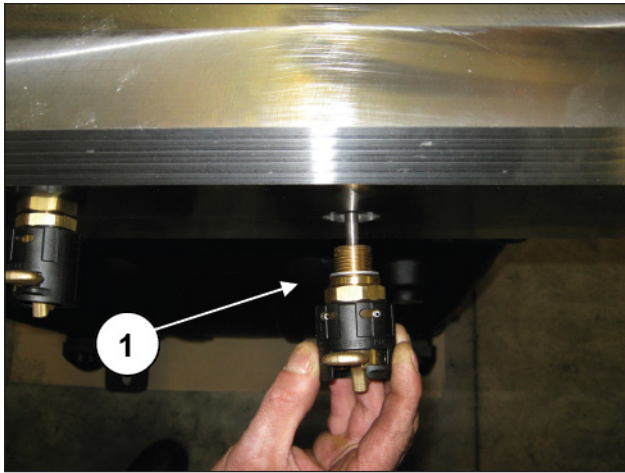
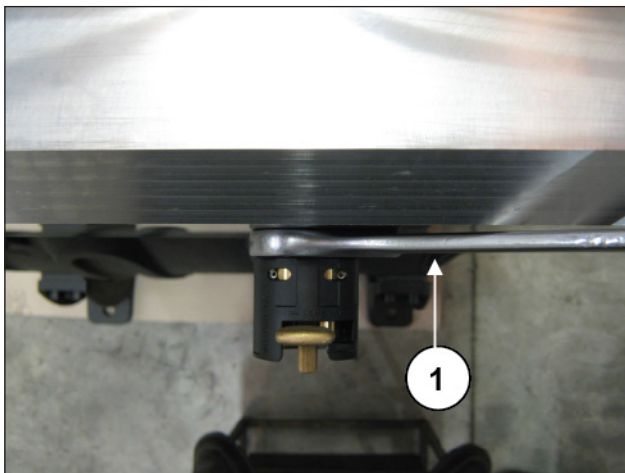

Fig. 198
Fig. 199
Aplique os dispositivos de abertura da válvula (pos. ①, Fig. 198) e aperte-os mediante a chave de 30 mm (pos. ①, Fig. 199).